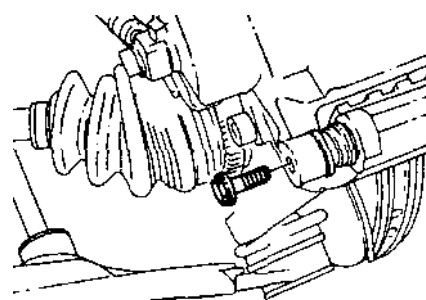

Рис. 7.29.
- выкрутить болт крепления нижнего направляющего пальца к скобе тормозного механизма (рис. 7.29),